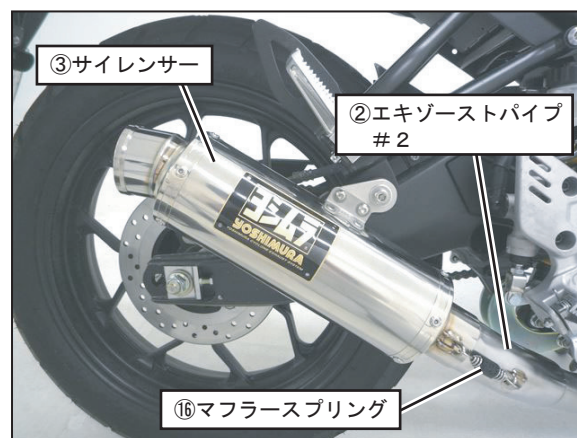

FIG. 8
7. ②エキゾーストパイプ#2に③サイレンサーを取り付け、⑯マフラスプリングをスプリング取付工具を使用して取り付けて下さい。(FIG. 8, 9 参照)